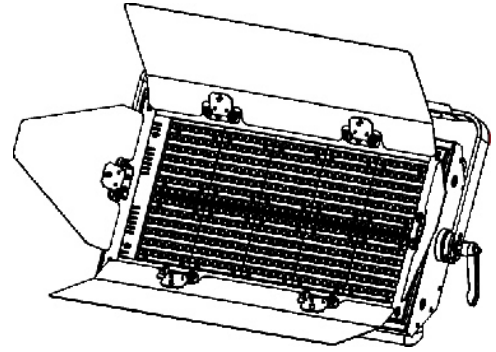

图2.1-2 吊挂放置图
- 灯具在空中吊挂时，通常会安装保险绳索，但其必须要能承受灯具十倍以上的重量。你必须要使用带有保险扣的保险绳。保险绳索从灯具底部的孔穿出来，再绕过灯架或其他固定物，最后把保险绳索末端插紧保险扣并把螺丝拧紧，如图2.1-2所示。